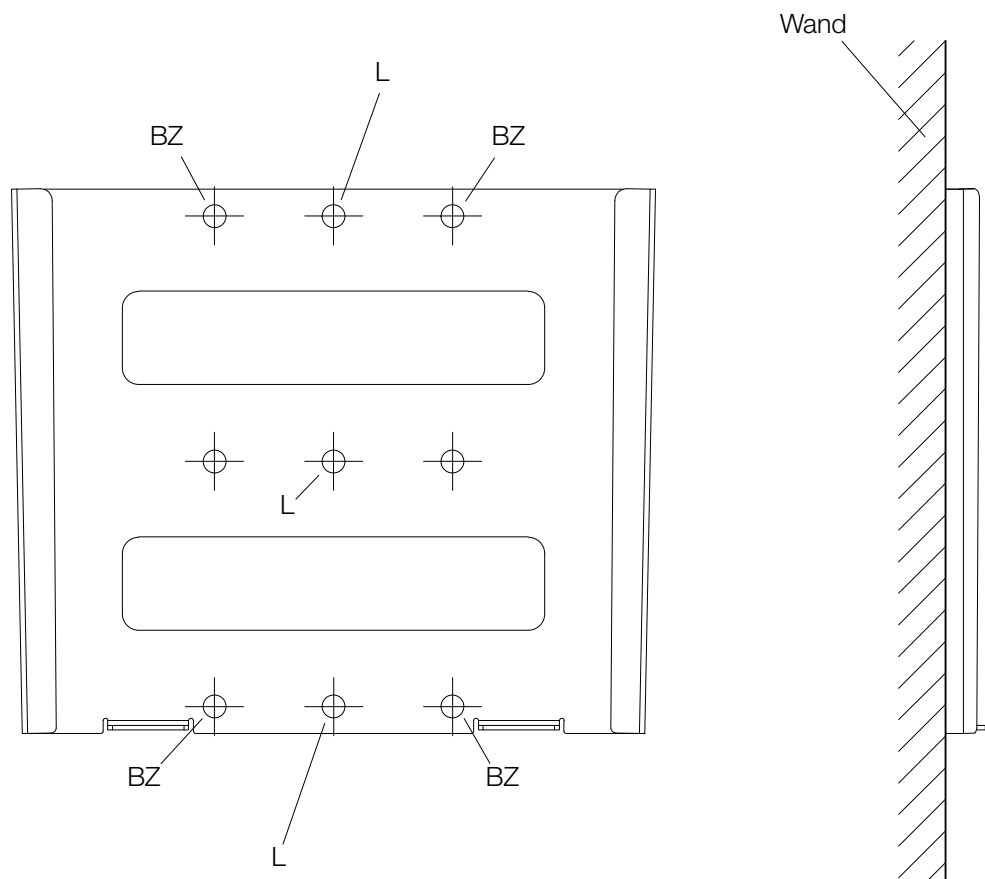

Abbildung 4.7 - Lochbezeichnungen
1. Benutzen Sie zur Befestigung des Wandbleches an einer Beton oder Ziegelwand die Bohrungen BZ (siehe Abbildung 4.7). Achten Sie darauf, dass alle vier Befestigungsbohrungen BZ benutzt werden!
2. Benutzen Sie zur Befestigung des Wandbleches an einer Leichtbauwand die Bohrungen L (siehe Abbildung 4.7). Achten Sie darauf, dass alle drei Befestigungsbohrungen L benutzt werden!